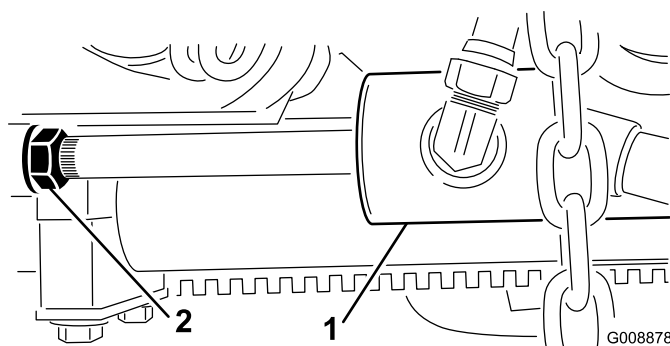

Figure 24
- B. Desserrez l'écrou de blocage sur le vérin (Figure 24).